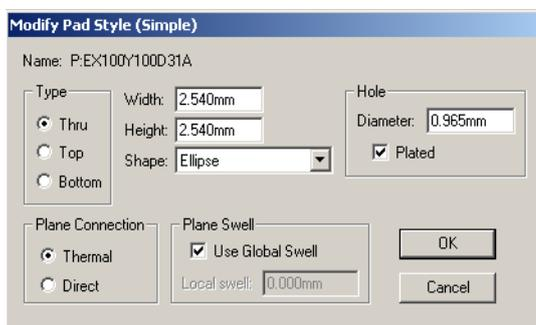

Рис.5.2. Окно свойств контактных площадок.
- Выберите нужный стиль контактной площадки командой **Options/Pad Style** (Рис.5.2) (например, **Default**);